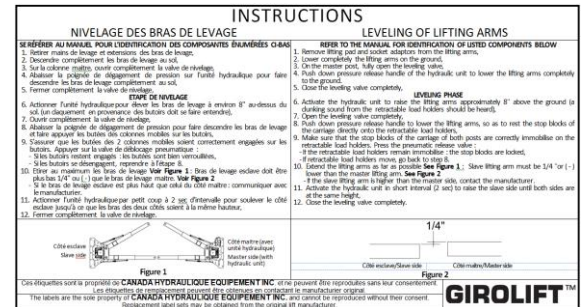

FIGURE 22 : LIFTING ARM LEVELLING LABEL
- CANADA HYDRAULIQUE EQUIPEMENT INC. LIFTING ARM LEVELING LABEL. SEE **FIGURE 22**.